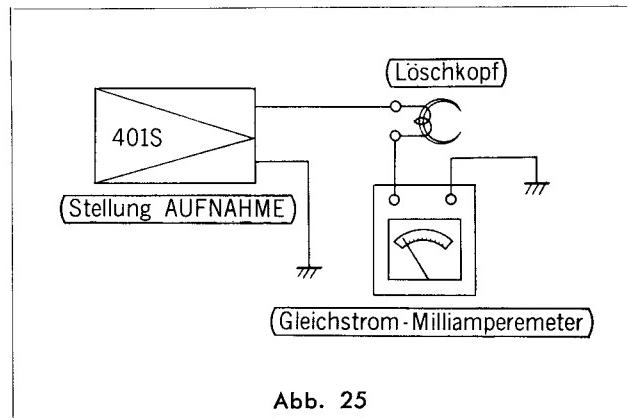

Abb. 25
Aufbau der Meßinstrumente: Siehe Abb. 25.
- Wie auf Abb. 25 ersichtlich, einen 100Ω-Widerstand vom Aufnahme/Wiedergabe-Tonkopf nach Masse Schalten.